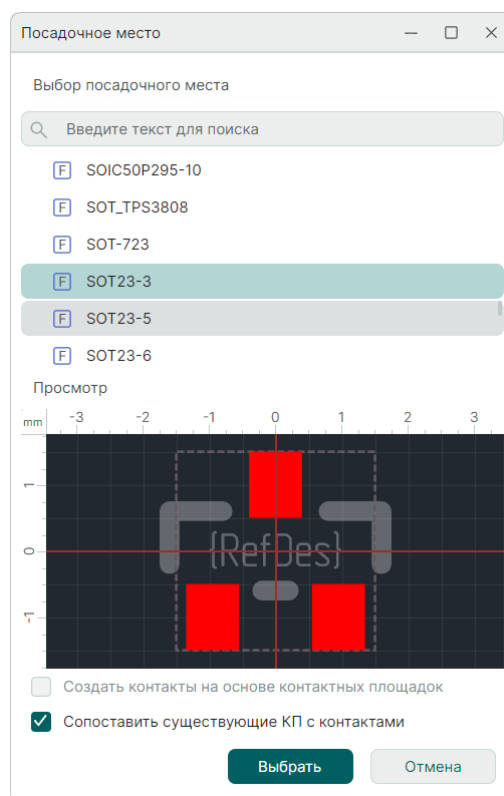

Рис. 248 Выбор библиотечного посадочного места
1. Выберите посадочное место из списка, см. Рис. 248.